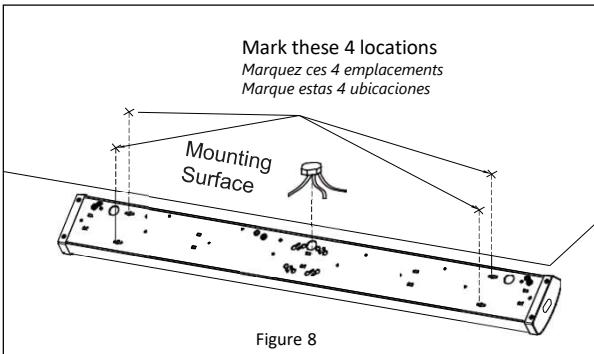

Figure 8
Mark the 4 keyhole locations. **See Figure 8.**
- Placez la base du luminaire à l'emplacement souhaité au plafond. Marquez l'emplacement des quatre fentes en trou de serrure. Reportez-vous à la Figure 8.